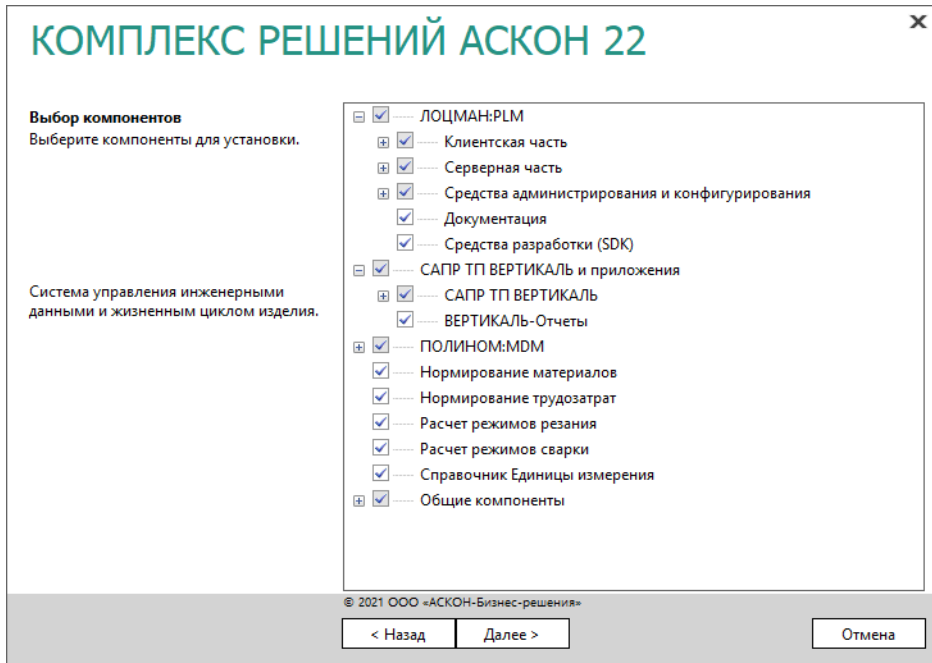

Рис. 3.2
1. Отметьте компоненты *Комплекса*, которые необходимо установить (рис. 3.2).